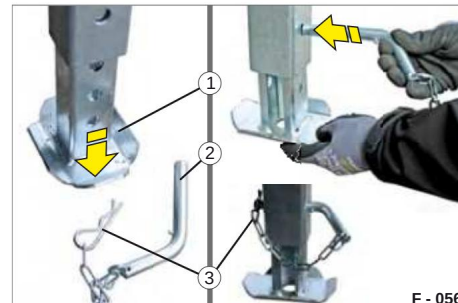

Fig. 40 Regolazione del piedino livellatore
(Fig. 40/3) fuori dal perno della presa (Fig. 40/2).
► Posizionare il piedino di livellamento (Fig. 40/1) su una superficie stabile o Regolare il piedino di livellamento verso il basso finché non è possibile bloccarlo in un altro foro.
ÿ Regolare il piedino di livellamento (Fig. 40/1) e fissarlo con il perno della spina (Fig. 40/2) e il tappo a molla (Fig. 40/3).